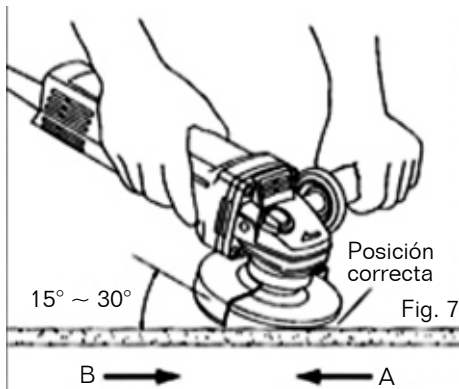

Fig. 7
- c) Con el fin de obtener un buen resultado, la pendiente entre el disco y la superficie de trabajo, debe estar inclinada entre un ángulo de $15^\circ \sim 30^\circ$. (Fig. 7)